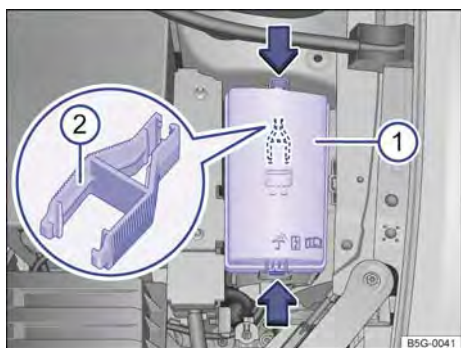

Fig. 138 En el compartimiento del motor: cubierta ① de la caja de fusibles con pinza de plástico ②.
- Presionar las trabas en el sentido de la flecha → fig. 138 ①, para desbloquear la cubierta de la caja de fusibles.
En el lado interno de la cubierta de la caja de fusibles en el compartimento del motor puede haber una pinza de plástico → fig. 138 ② para retirar los fusibles.